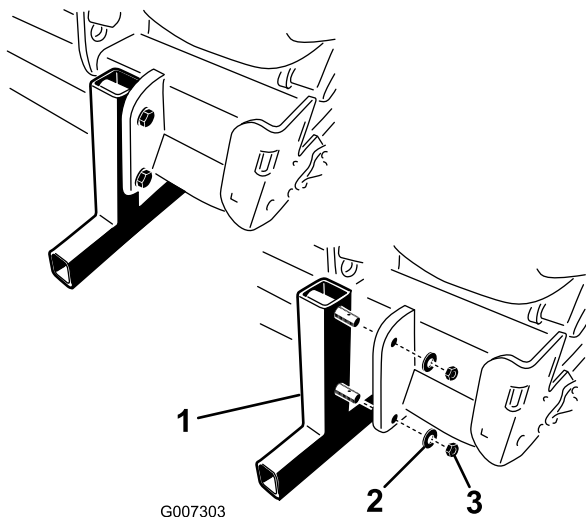

Figura 19
2. Rimuovete i dadi e le rondelle di bloccaggio che fissano i supporti di rimessaggio all'arieggiatore (Figura 19).
- 4. Inserite gli acciarini (in dotazioni nelle parti sciolte) nei perni di supporto per il rimessaggio (Figura 19).